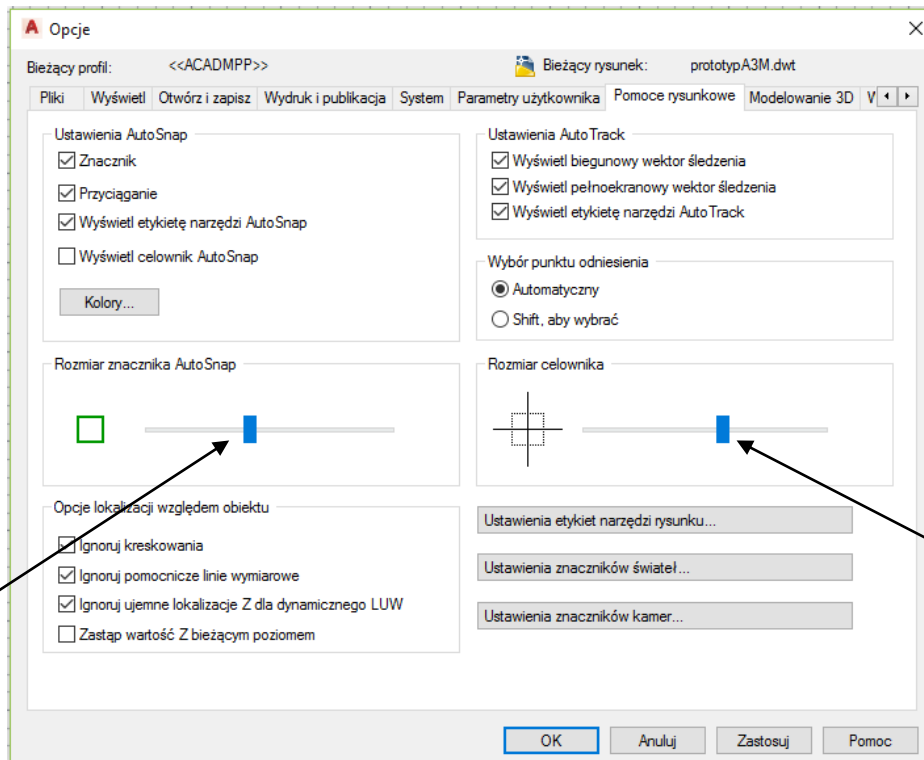

Rys. 1.4
5. Pozostało dokonać jeszcze ustawień rysunkowych. W tym celu PPM (prawy przyciskiem myszy) na ekranie rysunkowym wybieramy *Opcje...* (rys. 1.4).